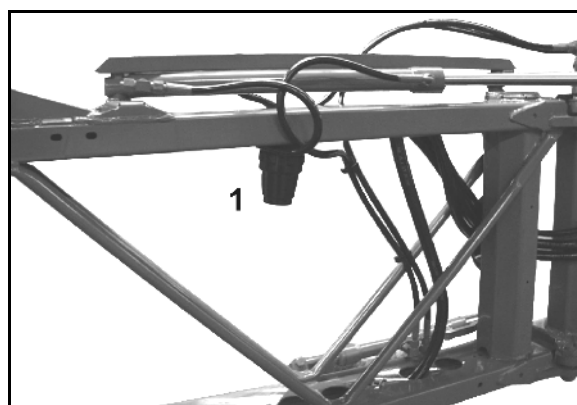

Рис. 203
2. Выверните болты (Рис. 203/1).
3. Снимите крышку клапана (Рис. 203/2).
4. Проверьте поршневую мембрану (Рис. 203/4) и клиновое кольцо (Рис. 203/5).
1. Ослабьте винт (Рис. 203/3) и снимите с поршня поршневую мембрану (Рис. 203/4) вместе с удерживающей шайбой.